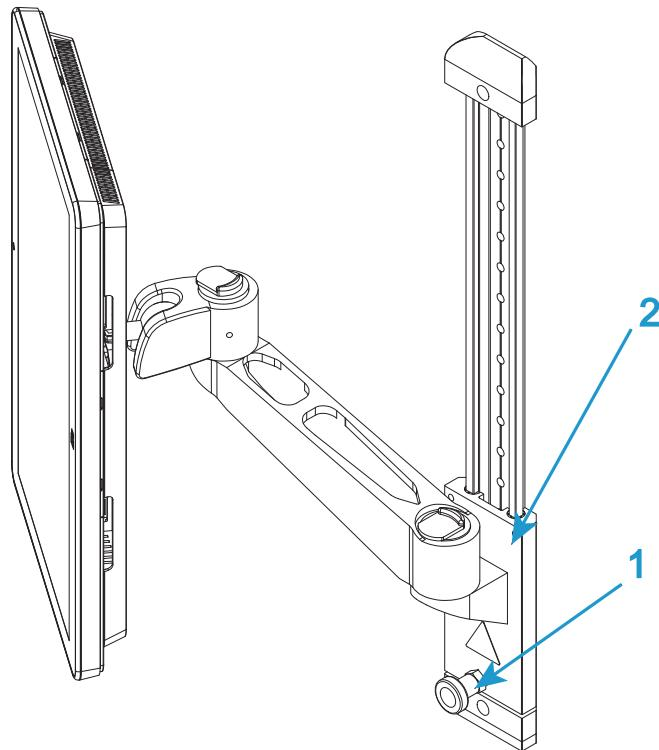

図11. 高さの調整
- 様々なオペレータが快適に使用できるようにBluehill® オペレータ ダッシュボードの高さを調整することができます。ロック (49 ページの図 11 の 1) を緩め、取り付けアーム (49 ページの図 11 の 2) を希望の高さにスライドします。ロックを再び締め付けます。